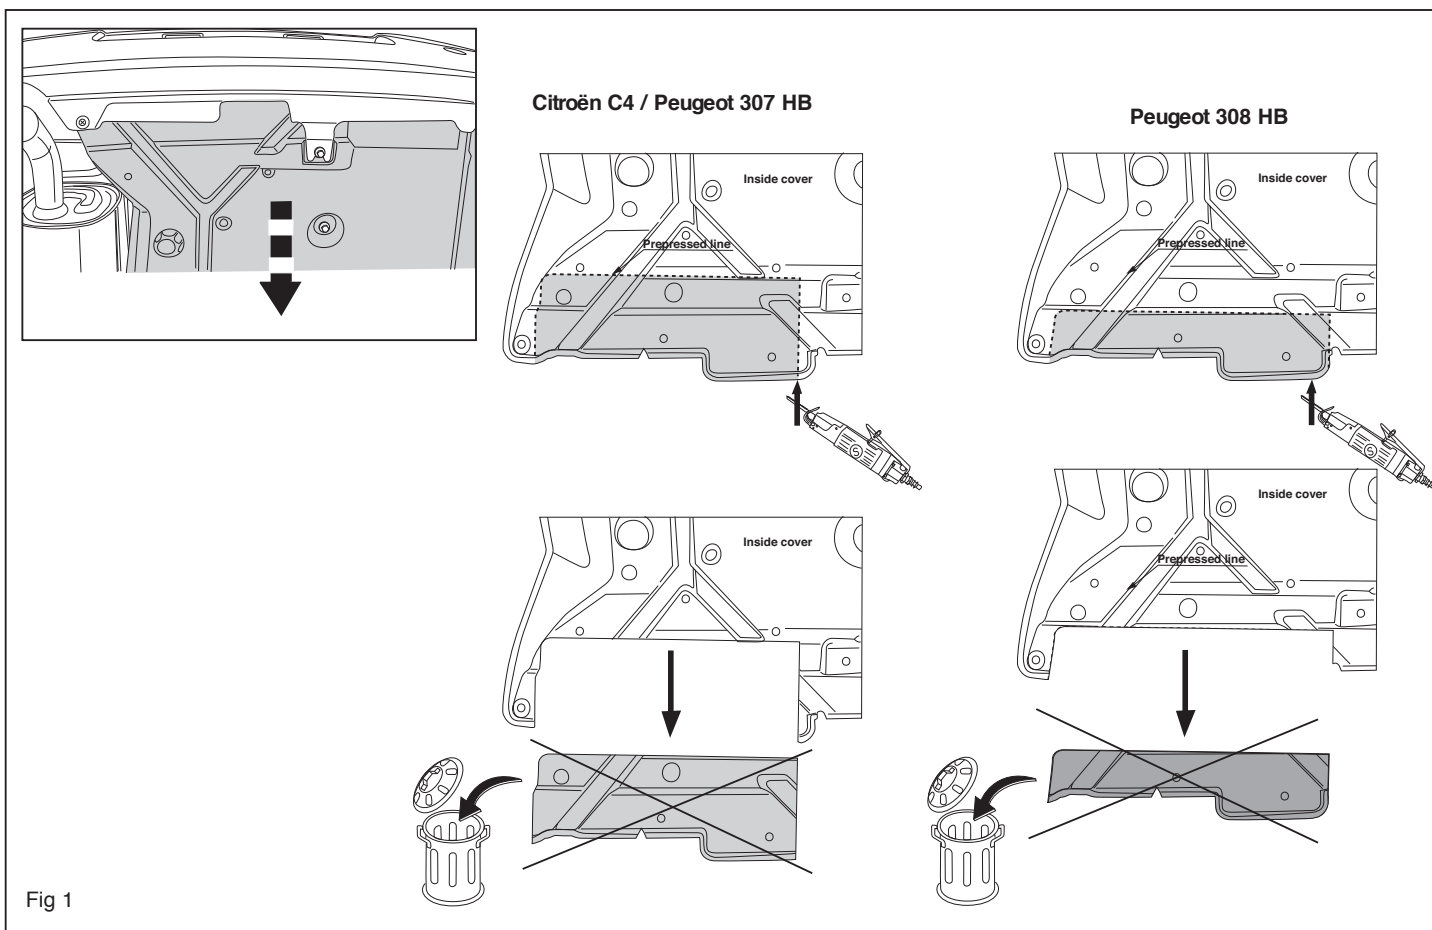

Fig 1
1. Remove if extant the cover plate from the underside of the bumper. See figure 1. Saw a portion out of the bumper and the cover plate as shown in figures 1 and 2a / 2b / 2c. **For C4 2010-> + 308 HB and DS4 2011->versions:** Use the template to saw out the indicated section from the bumper. (place the template on the outside of the bumper). Unscrew the bolt of the bumper center strip. Remove the 3 bolts M8 from the rear pannel of the vehicle, at holes A. They will not be used again. Replace them with 3 bolts M8x50 and 3 plain washers M8, ø24. Tighten to the torque indicated in the table.
1. Démontez si présente les plaquettes de recouvrement situées sous le pare-chocs. Voir la figure 1. Scier une partie du pare-chocs et de la plaque de protection conformément à la figure 1 et 2a / 2b / 2c. **Pour les modèles de C4 2010-> + 308 HB et DSA 2011-> :** Scier la partie du pare-chocs indiquée avec le gabarit. (Placer le gabarit sur le côté extérieur du pare-chocs).
1. Falls vorhanden die Abdeckplatten auf der Unterseite der Stoßstange abmontieren. Siehe Abbildung 1. Gemäß Abb.1 und 2a / 2b / 2c einen Teil aus der Stoßstange und der Abdeckplatte heraussägen. **Bei den Typen C4 2010-> + 308 HB und DS4 2011-> :** Den angegebenen Teil mit Hilfe der Schablone aus der Stoßstange herausschneiden. (Schablone außen auf der Stoßstange anlegen)
1. Zdemontować gdy obecny płyty pokrywowe od spodu zderzaka. Patrz rysunek 1. Wypitować zgodnie z rysunkiem 1 i 2a / 2b / 2c z zderzaka i płyty pokrywowej. **Dla modeli C4 2010-> + 308 HB i DS4 2011-> obowiązują:** Wypitować wskazany odcinek zderzaka korzystając z szablonu. (szablon umieścić na zewnętrznej stronie zderzaka).